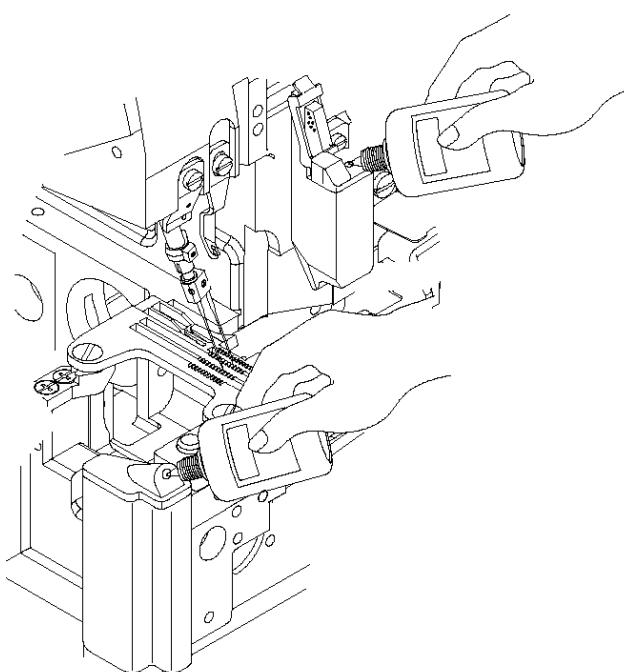

Рис. 18
3. Смазка для охлаждения иглы — силиконовая смазка. (Рис. 18)